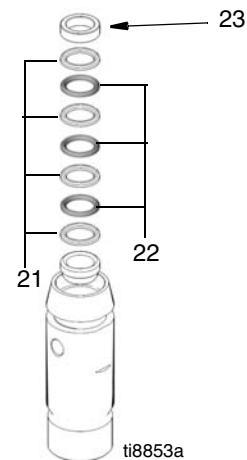

FIG. 8
8. (Fig. 8) Retire o aperto dos empanques e os bucons do cilindro. Deite-os fora.